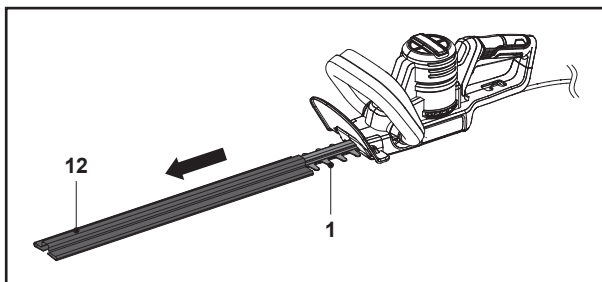

Fig. 1
1. Scoate protecția (12) de pe dispozitivul de tăiere (lamă) (1) înainte de utilizare (Fig. 1).
2. Păstrează în siguranță protecția lamei (12).